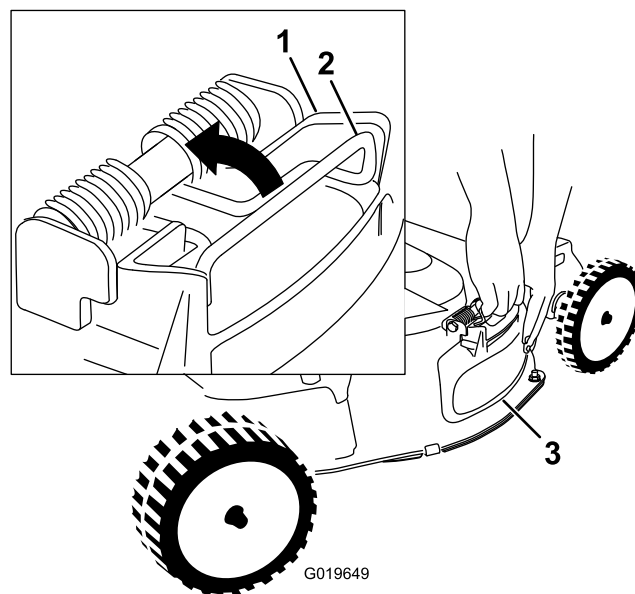

Figure 22
4. Déposez le déflecteur d'éjection latérale en tirant sur le ressort qui le maintient en place (Figure 22).